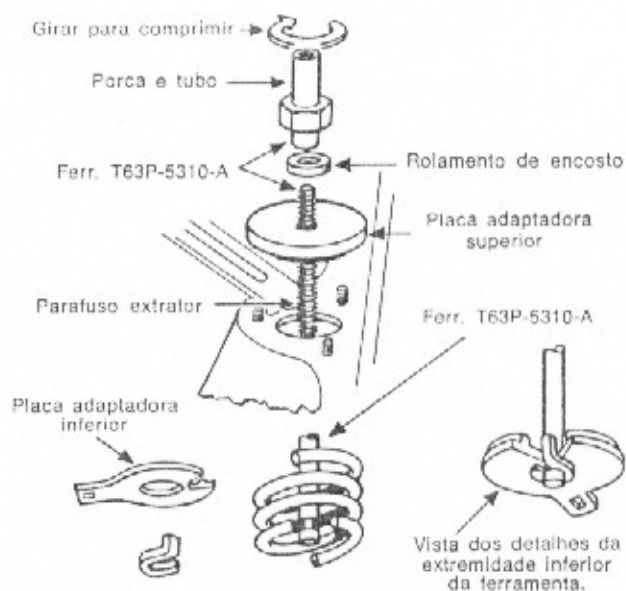

fig. 3 — instalação da ferramenta compressora
5. Instalar o compressor de molas (ferramenta T63P-5310-A) e comprimir a mola (figs. 3, 4 e 5).
- Instalar a ferramenta compressora da mola conforme ilustrado nas figs. 3, 4 e 5 e comprimir a mola.
- Colocar a mola em sua torre. Instalar a ferramenta compressora (fig. 3) e comprimir a mola.